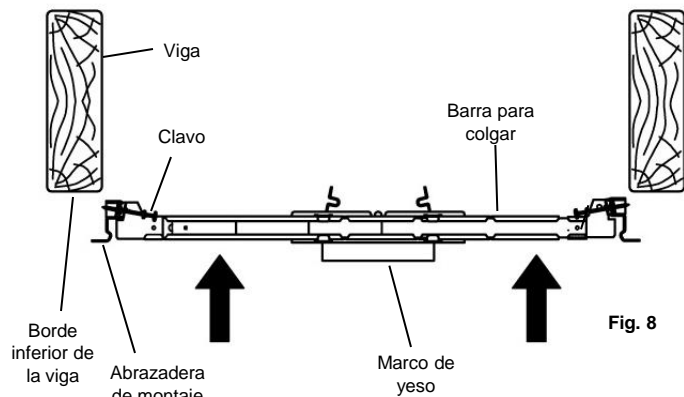

Fig. 8
1. Alza ensamblaje del marco de yeso y barra para colgar hasta la posición deseada entre las dos vigas del techo. Ajusta el ancho de las dos barras para colgar según la distancia entre las vigas. Coloca el ensamblaje de modo que las abrazaderas de montaje de las barras para colgar queden debajo de los bordes inferiores de las vigas. Martilla los clavos de las barras para colgar en las vigas para fijar el ensamblaje en su sitio. (Fig. 8)